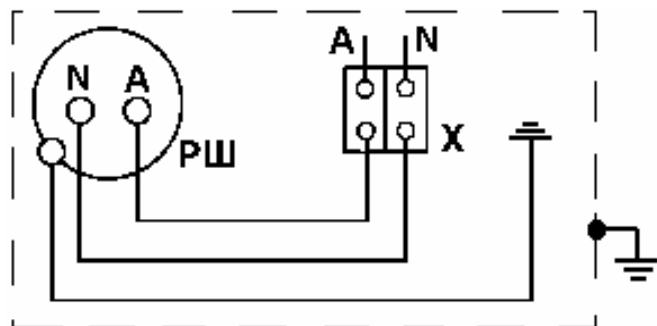

Рис. 5
7.5 Схема электрическая принципиальная приведена на рис. 5
- подключить провода электросети к зажимам клеммного блока (X, см. рис. 5), в соответствии с маркировкой (A – фазный провод, N – нейтральный провод);